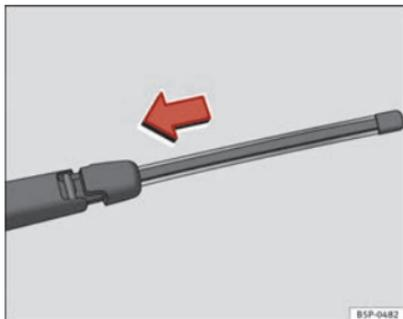

Fig. 150 Colocar a escova do limpa-vidros traseiro
- Posicionar a escova, tal como se indica na ⇒ Fig. 150 e deslizar o adaptador até que encaixe.